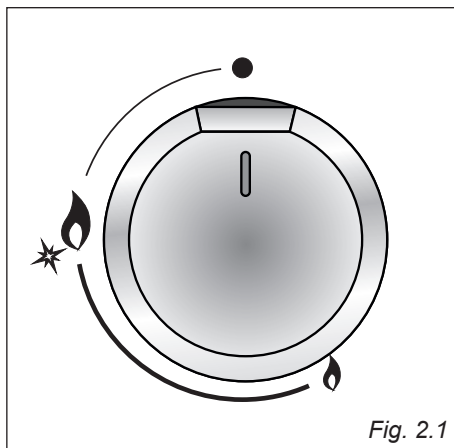
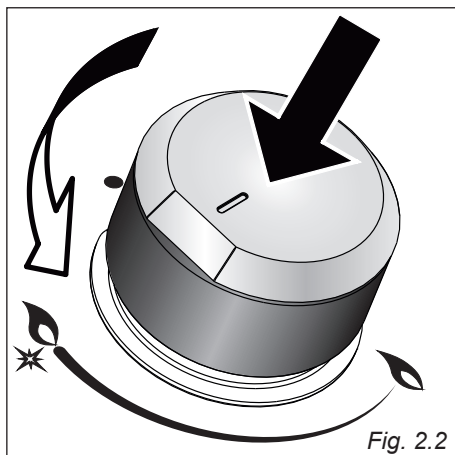

Fig. 2.1
Fig. 2.2
(se fig. 2.1).
1. Tryck in vredet och vrid det åt vänster (Fig. 2.2) till symbolen för den största lågan  (Fig. 2.1). Håll knappen tills lågan tänds. Om lågan inte tänds prova med en tändsticka.